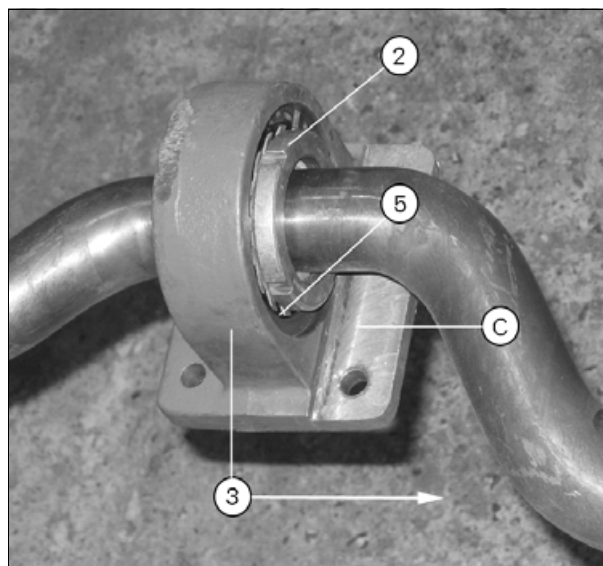

Рис. 5.
**ПРИМЕЧАНИЕ:** Порядок установки деталей. Шариковый подшипник устанавливается в корпус подшипника фаской по направлению к отфрезерованной стороне корпуса (С) рис. 5. Установка подшипникового корпуса на кривошип — четыре наиболее удаленные зажимные гайки на каждой стороне устанавливаются по направлению к центру машины.